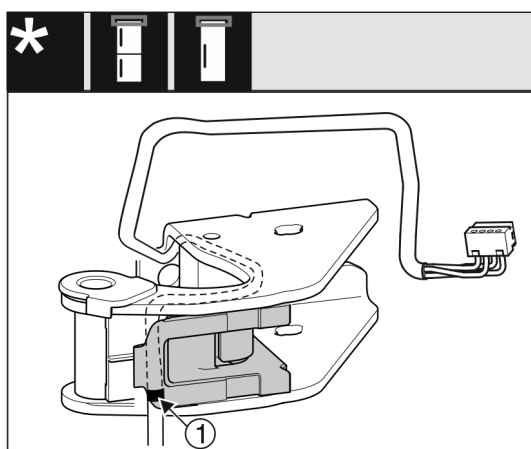

Fig. 28
- ▷ Le repère central doit se trouver sur le bord du support de câble Fig. 28 (1).